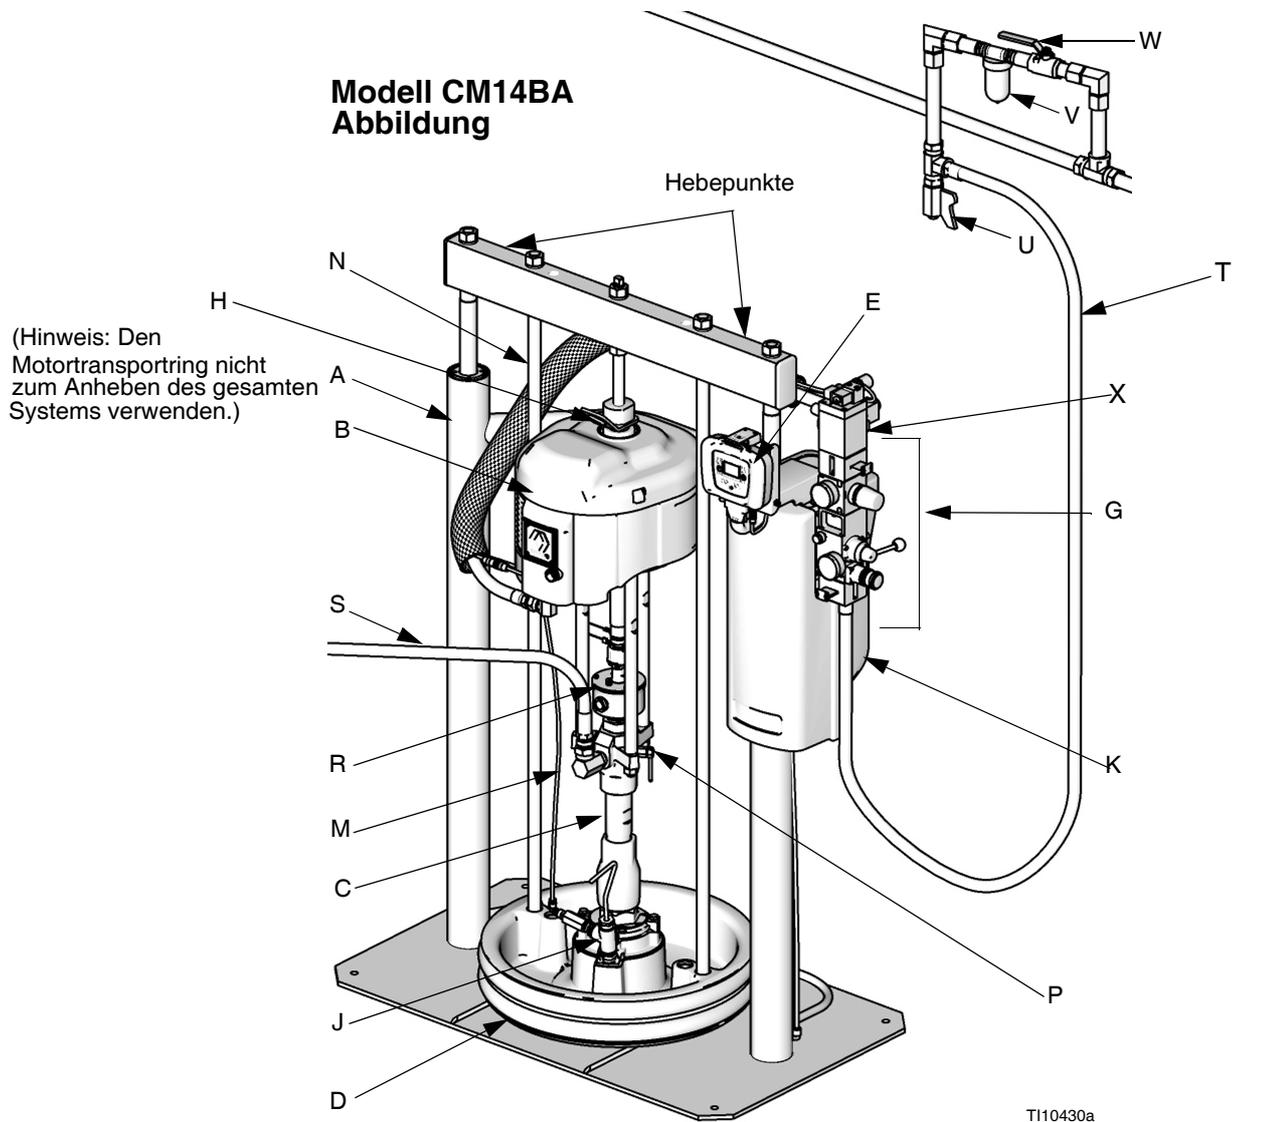
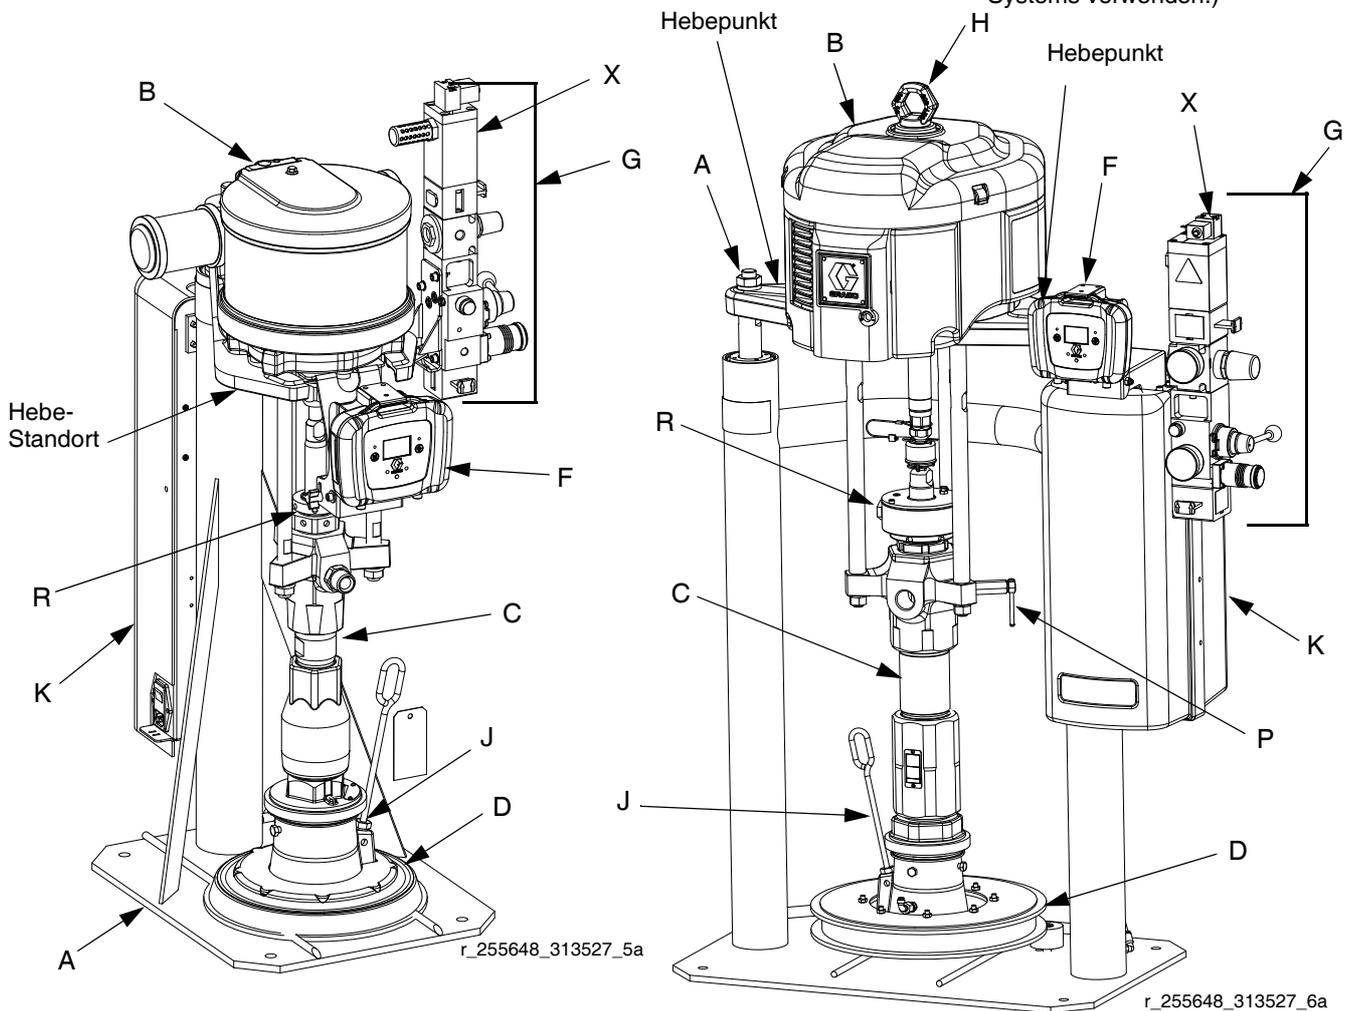

ABB. 1
ABB. 2
- S Materialleitung (nicht enthalten, siehe ABB. 1)
- T Druckluftleitung (nicht enthalten, siehe ABB. 1)
- U Druckluftentlastungsventil (nicht enthalten, siehe ABB. 1)
- V Luftfilter (nicht enthalten, siehe ABB. 1)
- W Absperrhahn für Druckluftleitung (nicht enthalten, siehe ABB. 1)
- **Hauptdruckluftschieber (BA):** schaltet die Luft zum System ein und aus. Wenn das Ventil geschlossen ist, lässt es den Druck nach dem System ab.
- **Druckluftregler an der Ram (BB):** steuert den Aufwärts- und Abwärtsdruck der Ram sowie den Ausblasdruck.
- **Ram-Richtungsventil (BC):** regelt die Ram-Richtung.
- **Abgasöffnung mit Schalldämpfer (BD)**
- **Luftmotorregler (BE):** Regelt den Luftdruck zum Motor.
- **Schieber für den Druckluftmotor (BF):** schaltet die Luft zum Luftmotor ein und aus. Wenn der Schieber geschlossen ist, wird die Luft freigesetzt, die zwischen dem Schieber und dem Druckluftmotor eingeschlossen ist. Drücken Sie den Schieber ganz hinein, wenn Sie das Gerät ausschalten möchten.
Remote DataTrak: Das Druckluft-Magnetventil (X, ABB. 1), der Schieber für den Druckluftmotor (BF) und der Hauptdruckluftschieber (BA) müssen geöffnet sein, damit Druckluft durch das System strömen kann. (Siehe Abschnitt **Remote DataTrak - Einrichtung**, Seite 23.)
- **Ausblastaste (BG):** schaltet die Druckluft ein und aus, um die Folgeplatte aus einem leeren Behälter herauszudrücken.
Siehe ABB. 1.
ABB. 1, ABB. 2 und ABB. 6 sind lediglich Beispieldarstellungen für Auswahl und Installation von Systemkomponenten und Zubehör. Ihr Graco-Händler hilft Ihnen gerne bei der Zusammenstellung eines auf Ihre spezifischen Anforderungen abgestimmten Systems.
Heben Sie das Zufuhrsystem stets an den entsprechenden Hebepunkten an (siehe ABB. 1, ABB. 2 und ABB. 6). Heben Sie es auf **keine** andere Weise an.